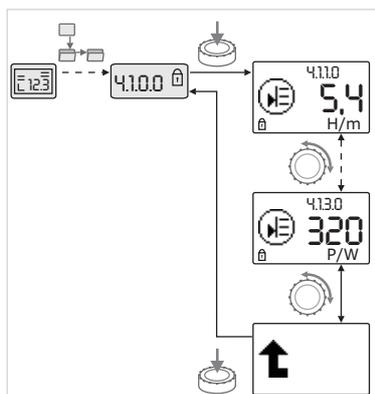

Fig. 36: Wywoływanie informacji
-  • Poprzez przekręcanie pokrętko można poruszać się po menu typu „Informacja” w aktualnym podmenu (patrz Fig. 36). Objaśnienia symboli odpowiadających poszczególnym ustawieniom – patrz tabela w rozdziale 8.7 „Przegląd elementów menu”, na stronie 133.